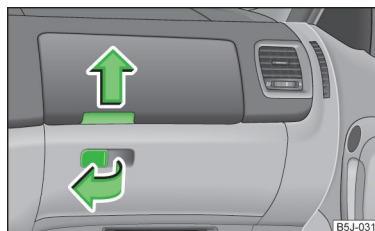

Fig. 63
- Trageți mânerul clapetei în sensul săgeții > fig. 63 și rabatați clapeta înspre în jos.